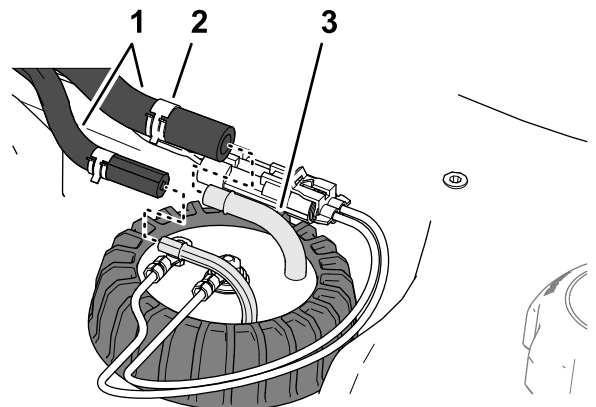

Bild 124
4. Schieben Sie die Schellen, mit denen die Schläuche an den Anschlussstücken des Kraftstoff-Füllstandsenors befestigt sind, nach innen, und nehmen Sie die Schläuche von den Anschlussstücken ab (Bild 124).